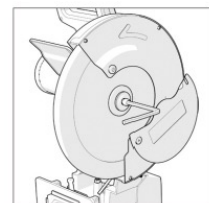

Fig. 4
- Brug den medfølgende unbrakonøgle til at løsne spindel-skruen (fig. 4)